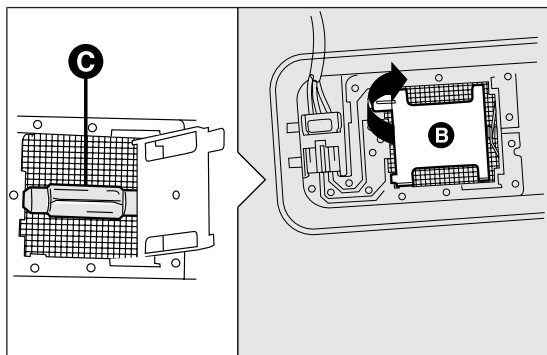

fig. 170
- aprire la copertura B fig. 170 come indicato;
- sostituire la lampada C fig. 170 svincolandola dai contatti laterali, inserire la nuova lampada accertandosi che la stessa risulti correttamente bloccata tra i contatti stessi;
- richiudere la copertura B fig. 170 e fissare la plafoniera nella propria sede accertandosi dell'avvenuto bloccaggio;